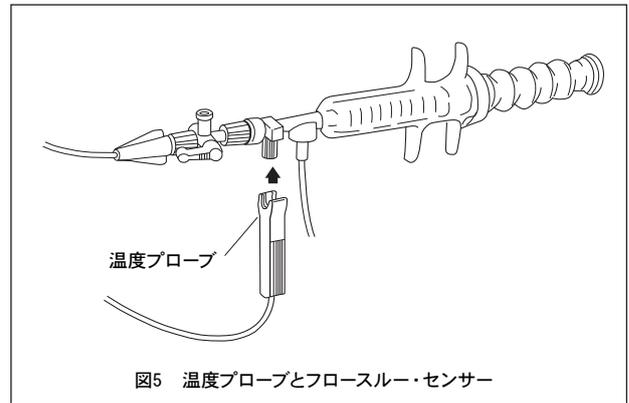

図5 温度プローブとフロースルー・センサー
2. 温度プローブをフロースルー・センサーにカチッと音がするまで差し込みます（図5）。